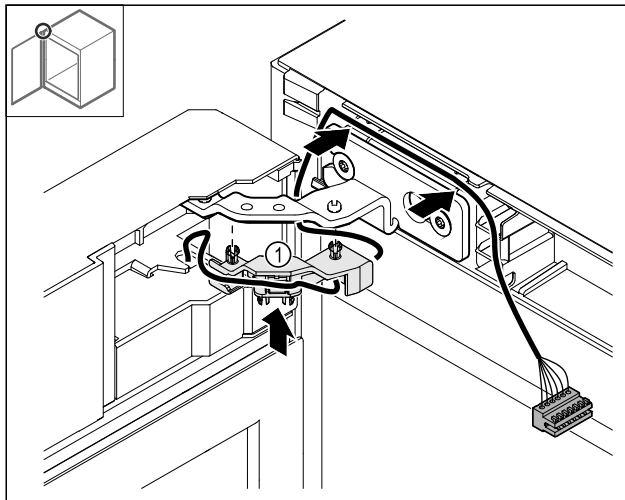

Fig. 48
- ▶ Presionar el soporte del cable Fig. 48 (1) en la bisagra.